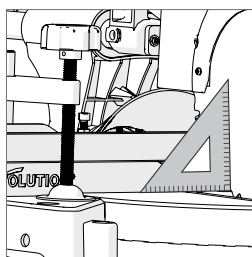

Fig. 13
- Mettre l'équerre sur la table, le côté court sur la table et le côté long sur la lame de scie (par sur les pointes TCT). (**Fig. 13**)